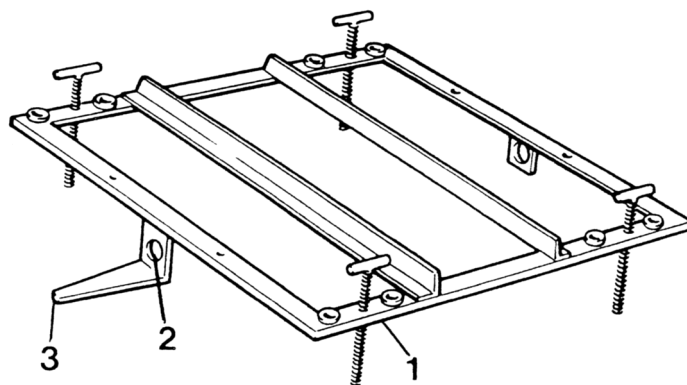

Fig 7. Borrjigg för motorbädd, MD5 med MS(B) 1,91:1
Som hjälp vid uppmätning av bäddens höjdläge kan en jigg användas. Fig 7 visar en jigg avsedd för MD5 med elastisk upphängning och backslag MS(B) 1,91:1. Jiggen markerar gummielementens undersida (1), propelleraxelns läge (2) och backslagsflänsens bakkant (3).